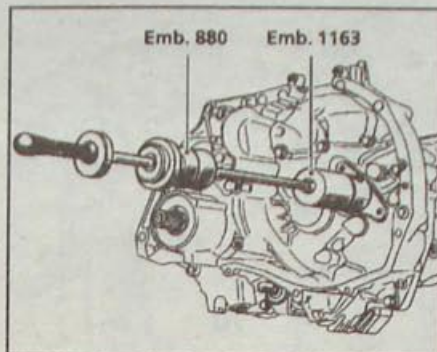

Рис. 6.31. Использование съемника Emb. 880 и приспособления Emb. 1163 для снятия направляющей втулки подшипника выключения сцепления
- Вверните съемник Emb. 880 в стакан приспособления и извлеките направляющую втулку подшипника выключения сцепления (рис. 6.31).